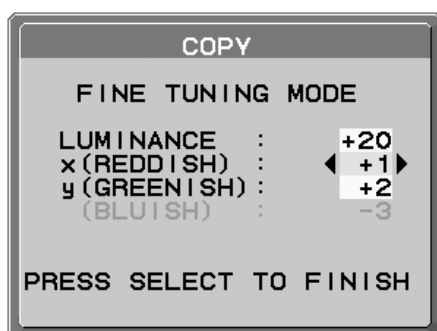

图 C.6
10. 出现 **FINE TUNING MODE**（细调模式）信息（图 C.6）时，如果对复制结果满意，则按 **SELECT** 按钮。如果对复制结果不满意，则使用“**LEFT**”和“**RIGHT**”按钮对白点进行手动细调。